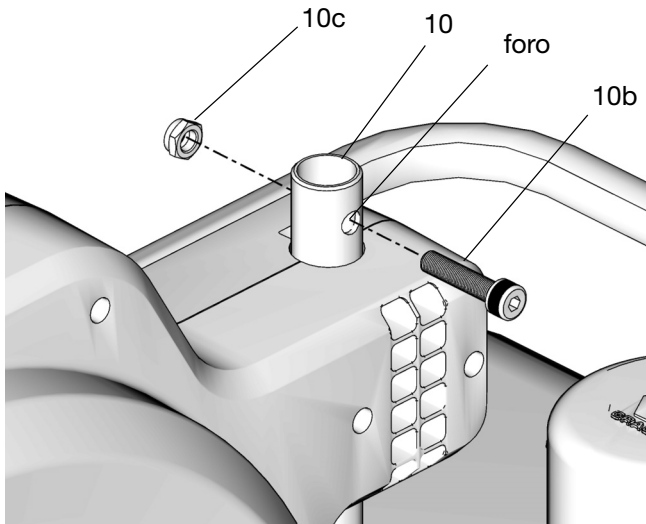

FIG. 18
4. Installare la vite (10b) attraverso il foro della staffa della bobina (10) e fissare in posizione con un dado (10c) per mantenere l'avvolgi tubo saldamente in posizione (FIG. 18).